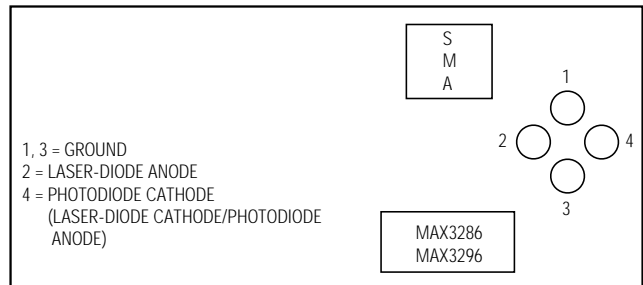

図1. 光接続図
- 2) レーザソケットに何も取り付けられていないことを確認します(図1)。
- 4) レーザを基板に接続します(図1)。